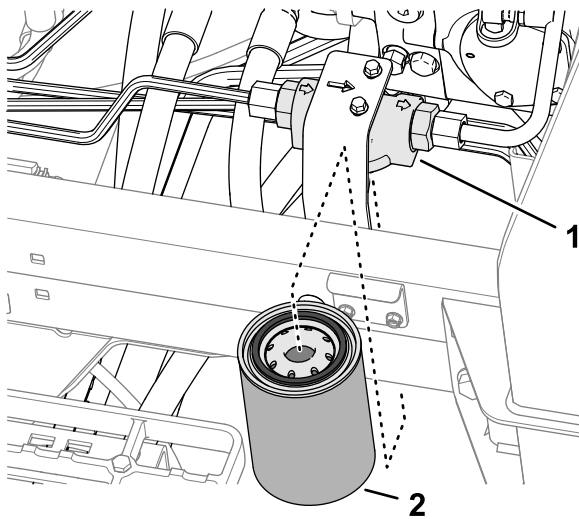

Figura 104
3. En el lado izquierdo de la máquina, coloque un recipiente de vaciado debajo del filtro hidráulico (Figura 104).